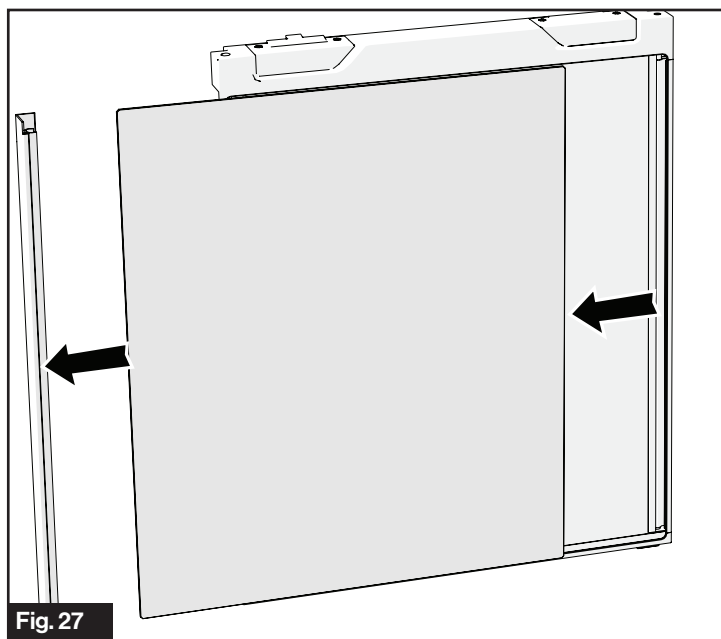

Fig. 27
1. Retire la tapa lateral. (Fig. 27)